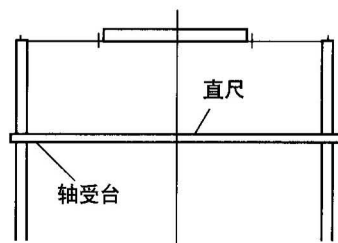

图19
- D. 送风机轴承如是直接装于两边箱壁上, 其支持架必须在同一水平面, 装置时需以直尺及水平尺校正(图19)。